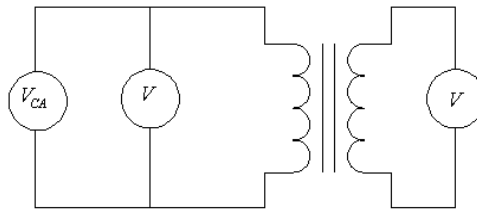

Figura 2: Circuito a conectar en el paso 1
1. Armar el circuito de la figura 2, y conecta la fuente de alimentación con un voltaje de 120VCA y mida el voltaje del primario y secundario, para posteriormente sacar la relación de transformación a través de los voltajes.